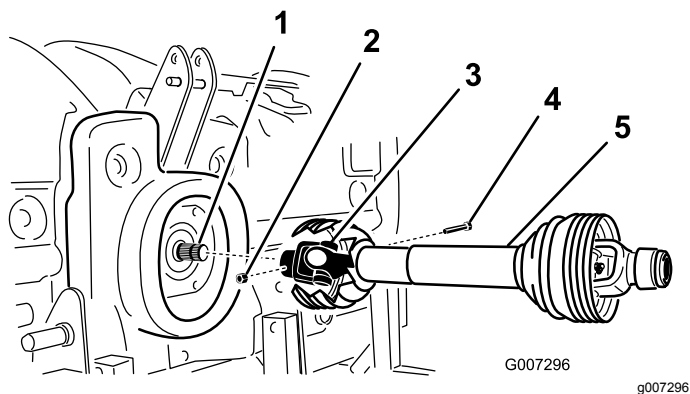

図 11
2. PTO シャフトをギアボックスの入力シャフトに固定するボルト 1/2 x 3.00" とナット 1/2" を使用する 図 11。